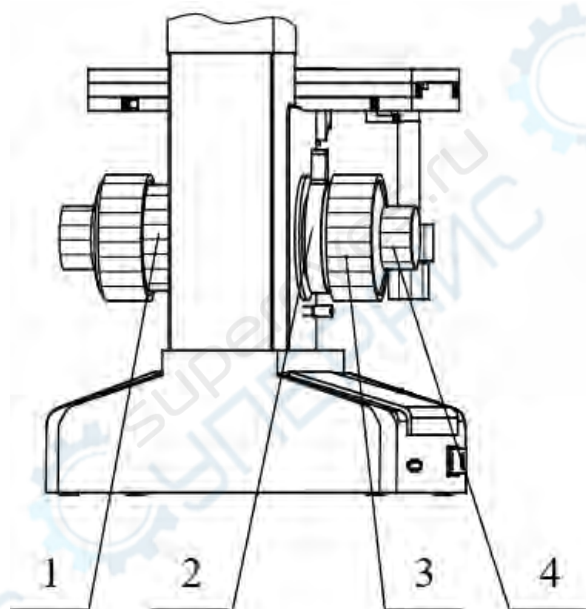

Рисунок 3. 1 — регулятор момента затяжки; 2 — ограничительное колесо;
3) При выпуске прибора с производства, колёса грубой фокусировки уже затянуты таким образом, чтобы их вращение было достаточно плавным. При необходимости отрегулировать затяг, вращайте колесо регулирования затяга, которое находится между подставкой и левым колесом грубой фокусировки (рис. 3). Если колесо грубой фокусировки затянуть слишком туго, могут возникнуть неудобства при его вращении.